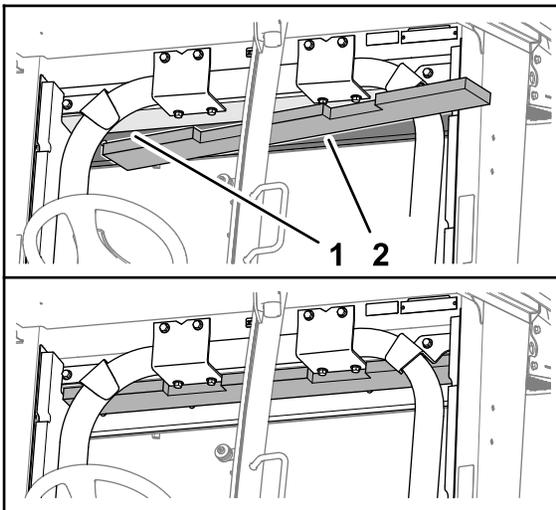

Figure 31
3. Retirez la pellicule protectrice et placez le tampon isolant supérieur du pavillon sur le support de montage du ROPS (Figure 31).